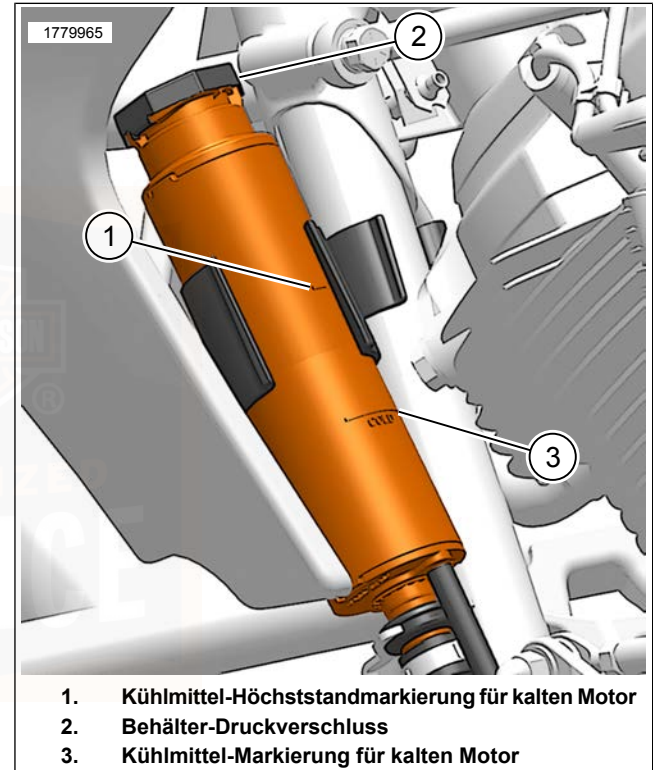

Abbildung 104. Kühlmittelstand
1. Siehe Abbildung 104. Prüfen, ob der Kühlmittelstand im Behälter zwischen der Kühlmittel-Höchststandmarkierung (1) und der Kühlmittel-Markierung für kalten Motor (3) liegt.
3. Siehe Abbildung 104. Den Druckverschluss (2) des Behälters entfernen.